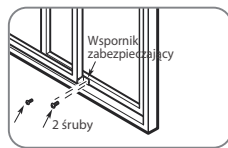

Rys. 10
3. Przytnij uszczelkę piankową C (bez kleju), aby dopasować ją do szerokości okna. Włóż uszczelkę między szybę a ramę okna, aby zapobiec przedostawaniu się do środka powietrza zewnętrznego oraz owadów. (Rys. 10)